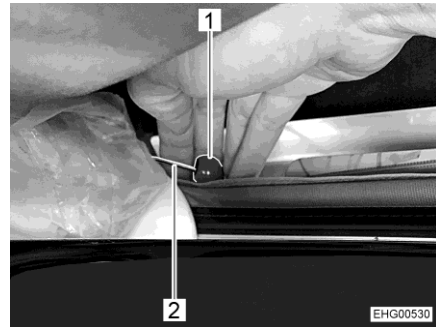

Fig. 55 Dispositif de déverrouillage de secours
- Tirer des deux côtés sur le bouton rouge (Fig. 55,1) du câble Bowden (Fig. 55,2).